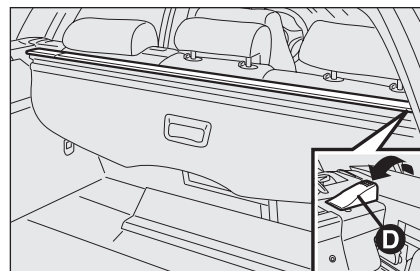

fig. 22
**ATTENZIONE** Per togliere la tendina arrotolarla e verificare che anche la rete di separazione abitacolo (per versioni/mercati, dove previsto) sia arrotolata (vedere paragrafo seguente), quindi sollevare verso l'alto la leva **D-fig. 22**. Sollevare e sfilare la tendina dal bagagliaio.
- mantenendo la leva **D-fig. 22** sollevata inserire la tendina nell'apposita sede sul lato destro;